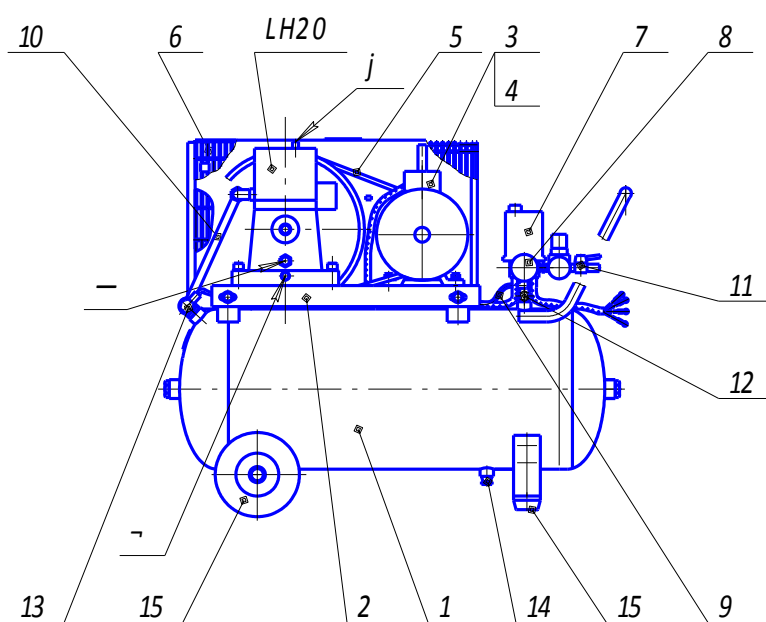
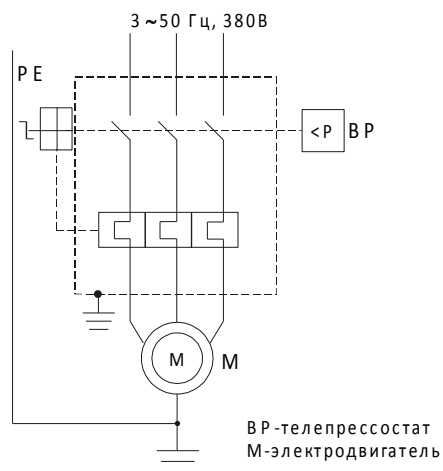

Рис. 1
Рис. 3
2.5. Общий вид компрессора представлен на рис. 1, 2, схема электрическая принципиальная - на рис. 3, 4.
Примечание: комплект колес и амортизаторов (поз. 15, см. рис. 1, 2) и детали их крепления упакованы отдельно.
5.1. Компрессор (рис. 1, 2) состоит из следующих основных сборочных единиц и деталей: блока поршневого LH20, ресивера 1, платформы 2, электродвигателя 3 со шкивом 4, клиновых ремней 5, защитного ограждения 6, прессостата 7, манометра 8, воздухопровода сброса давления 9, нагнетательного воздухопровода 10,
Смазка трущихся поверхностей деталей блока поршневого осуществляется разбрызгиванием масла. Заливка масла в картер производится через отверстие в крышке блока цилиндров А (см. рис. 1, 2) после снятия сапуна, слив масла - через отверстие в днище картера, закрытое пробкой В. Уровень масла должен находиться в пределах красной метки смотрового стекла С.
Ресивер (воздухосборник) 1 (см. рис. 1, 2) служит для сбора сжатого воздуха, устранения пульсации давления, отделения конденсата и масла. Ресивер является также корпусом, на котором смонтированы узлы и детали компрессора.